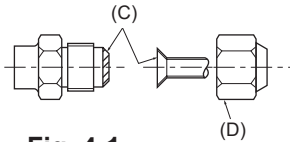

Fig. 4-1
(A) (Fig. 4-1)
(B) (Fig. 4-1)
### 4.2. Collegamento dei tubi (Fig. 4-1)